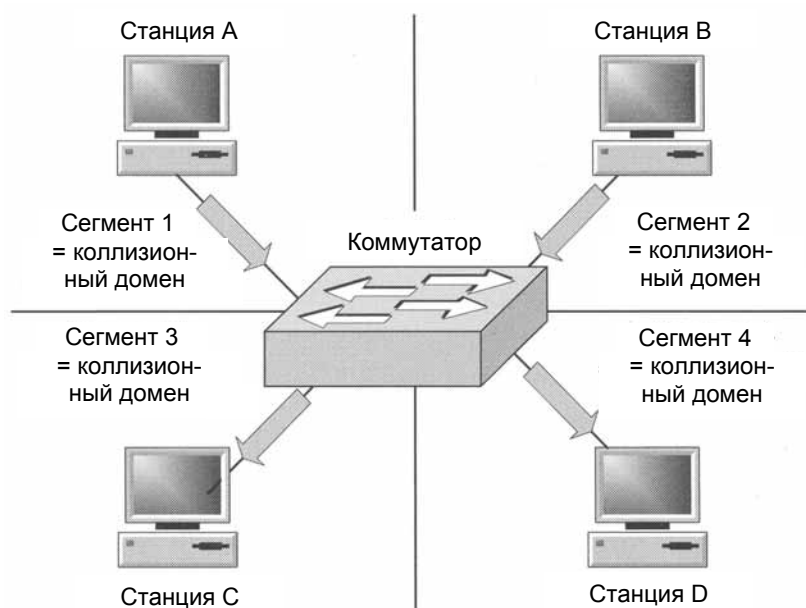

Рис. 7.31 Пакет данных от станции А передается только в адрес станции D. Одновременно станции В и С производят обмен данными между собой.
- Снижение загруженности сети: Путем фильтрации трафика данных с использованием Ethernet - (MAC -) адресации обеспечивается то, что трафик локальных данных остается в локальной сети (см. рис. 7.31). По сравнению с репитерами или концентраторами, которые распространяют данные по всем портам / станциям сети (без фильтрации), коммутаторы работают в режиме направленного переключения. Из входного порта на соответствующий выходной порт переключателя передаются данные для станции в другой подсети. Для этого коммутатор генерирует таблицу назначения Ethernet- (MAC-) адресов выходным портам в режиме самообучения. Следовательно, коммутаторы используют Ethernet-адреса для определения, куда подключены отдельные устройства (device), и используют эти сведения в последующем времени для перенаправления входящих пакетов данных.